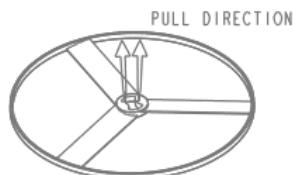

图 5.3 放置参考模型
Step4. 在“布局”对话框的 布局 区域中单击 单一 单选项，在“布局”对话框中单击 预览 按钮，结果如图 5.3 所示，然后单击 确定 按钮。系统弹出“警告”对话框，单击 确定 按钮。